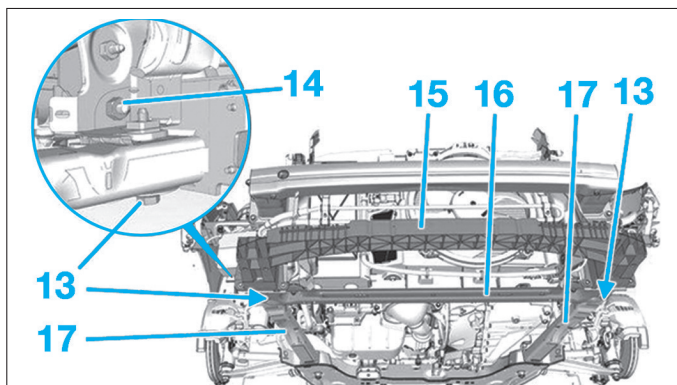
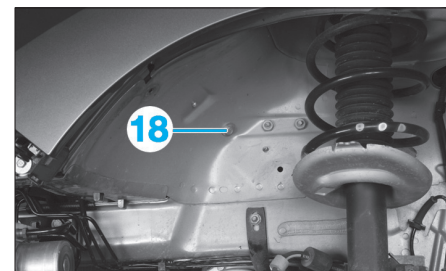

Fig. 90
Fig. 91
- les 2 vis (13) (Fig.90),
- les 2 écrous (14),
- l'ensemble poutre piéton (15), traverse (16) et allonges de berceau (17),
- la vis (18) (Fig.91),